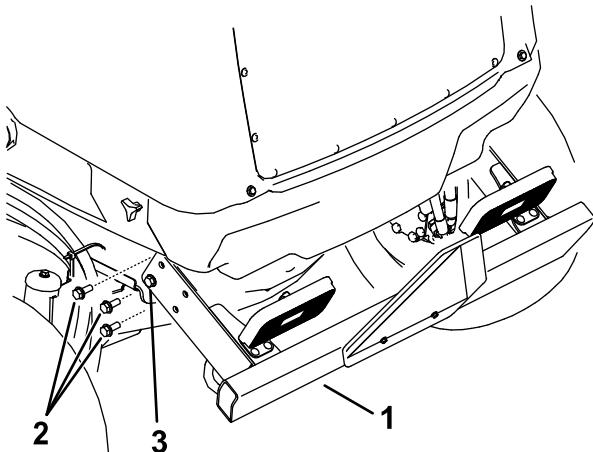

Figura 110
2. Retire os três parafusos flangeados de cada lado do para-choques traseiro como se mostra na Figura 110.
todos os parafusos flangeados que fixam o para-choques traseiro à estrutura (Figura 110).